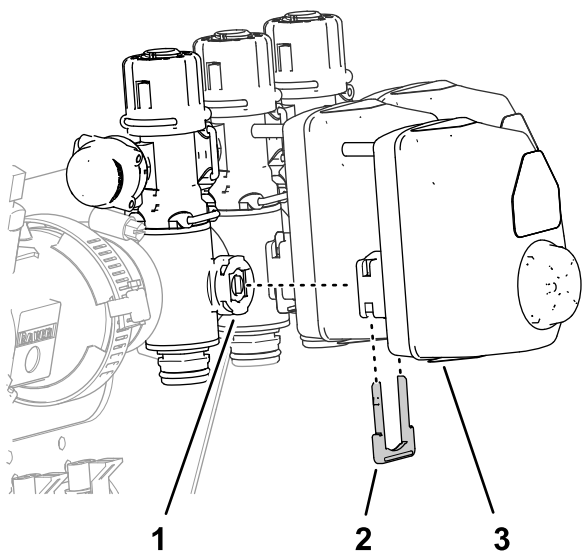

Рисунок 62
1. Снимите 3 держателя, которые крепят 3 привода клапанов к клапанам левой, средней и правой секций (Рисунок 62).
2. Снимите приводы клапанов с клапанов левой, средней и правой секций (Рисунок 62).
10. Установите 3 привода клапанов на клапаны левой, средней и правой секций (Рисунок 62) с помощью держателей, снятых при выполнении пункта 1.